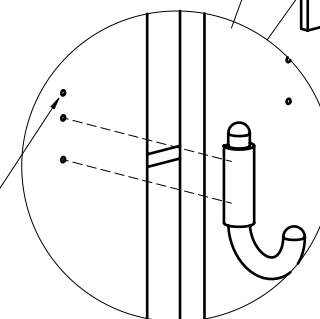

Рис.5
5. Снимите с крючков декоративные фиксаторы. С помощью шурупов 4x25 прикрутите крючки к детали 1. Установите фиксаторы на крючки (Рис. 5).